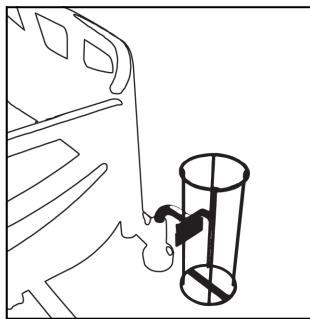
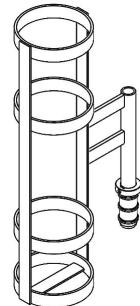

Figure 27 – Installation du porte-bouteille à oxygène (MM006)
Figure 28 – Installation du porte-bouteille à oxygène (MM061/
1. Insérer le porte-bouteille à oxygène dans l'une des deux gaines pour accessoires côté tête du lit (Figure 27, Figure 28).